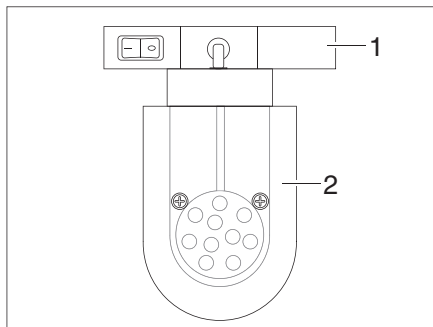

Bild 146 LED-spotlight (exempel)
- Ta tag i hållaren (Bild 146,1) och vrid 90°.
- Ta av LED-spotlightsen (Bild 146,2) från skenorna.
- Sätt in LED-spotlightsen (Bild 146,2) på önskat ställe i skenorna och vrid 90°.